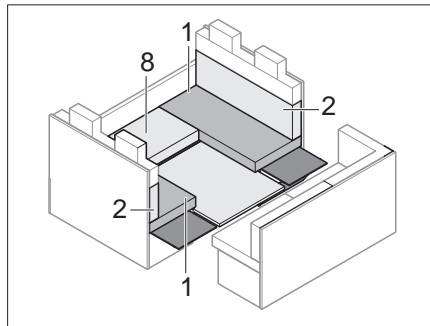

Bild 150 Während des Umbaus
- Sitzpolster (Bild 150,8) und den Unterbau entfernen.